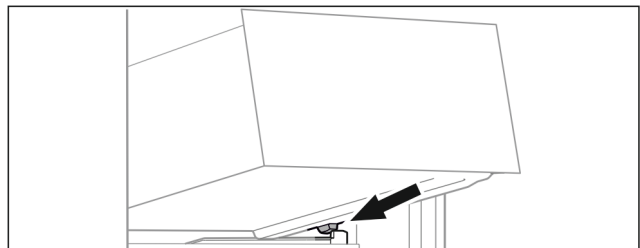

Fig. 192
- Schubfach schräg hinter den Stoppern auf Behälterrippe aufsetzen. (siehe Fig. 192)